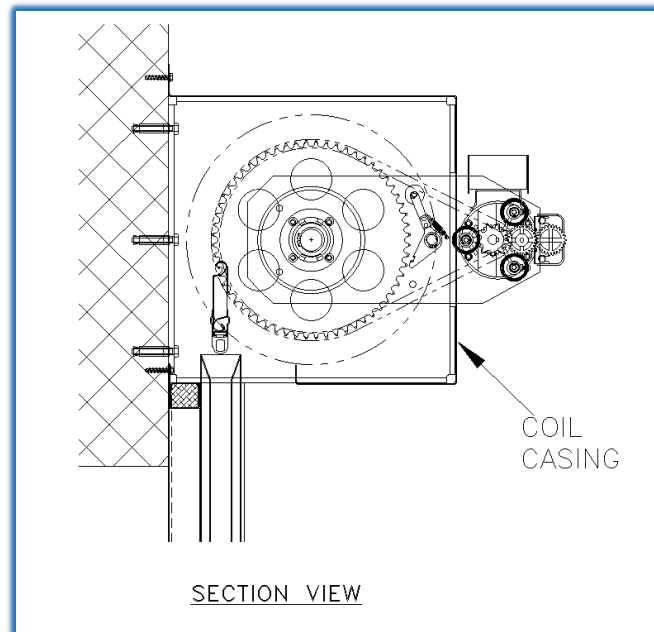

Fig .009
- 13) Plasser spiralhuset på endeplatene (lengden på spiralhuset skal være samme mål som bredden over endeplatene). Bor endeplatene og fest huset med de medfølgende festene. Bor strukturen gjennom spaltene langs toppklaffen av rammen (sørg for at festene på høyre side av rammen går til høyre for spaltene og festene på venstre side går til venstre for sporene) og fest med festene som følger med. Smeltbare skiver må brukes på alle rammehull. Hopp til notat 15. **Se fig. 009.**